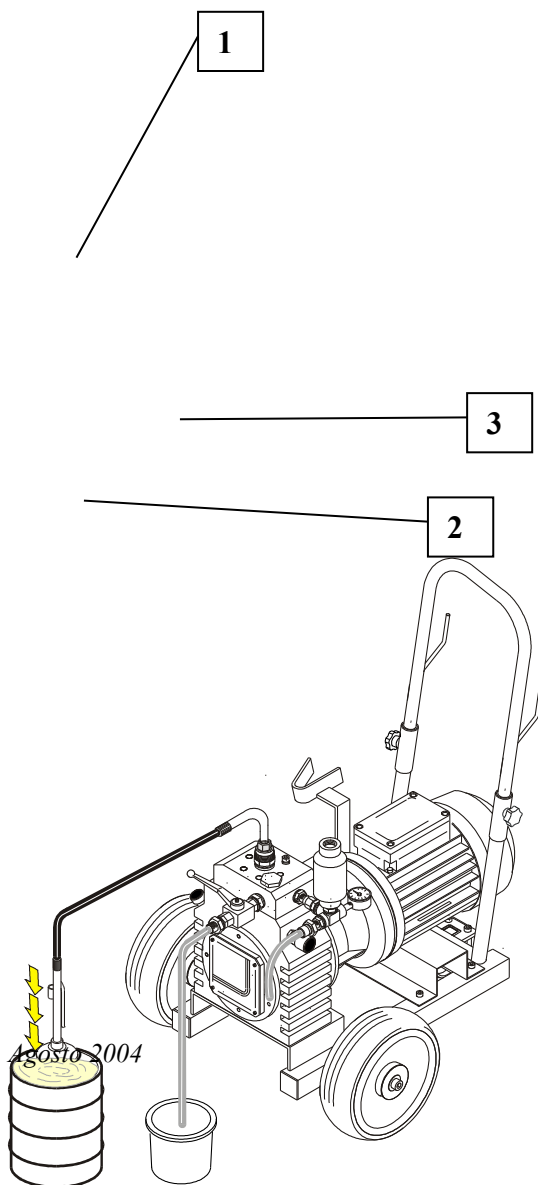

Fig.20
4) Immergere lo staccio ❶ all'interno del contenitore del prodotto da erogare ❷ e immergere il tubo di scarico ❸ nel contenitore per recupero della vernice (fig. 20).